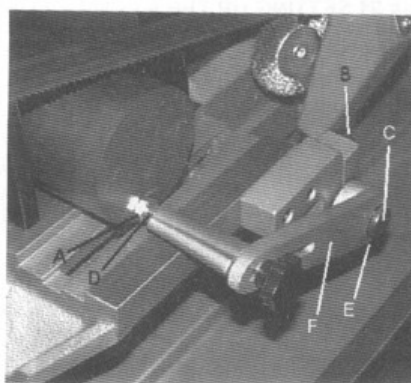

Рис. 17
Фиксатор подачи нескольких заготовок используется в основном тогда, когда необходимо разрезать более одной заготовки одинаковой длины. Просто поместите фиксатор (A) Рис.17 на нужном расстоянии от полотна. Положение фиксатора можно изменить, ослабив фиксирующий винт (B) и перемещая шток (C) внутрь или наружу соответствующим образом. Затем затяните фиксирующий винт (&). Точная регулировка фиксатора может быть произведена путем ослабления гайки (D) и вращения упорного винта (A). Для перемещения фиксатора (A) в сторону, ослабьте установочный винт (E) и переместите рычаг (F) в нижнее положение.